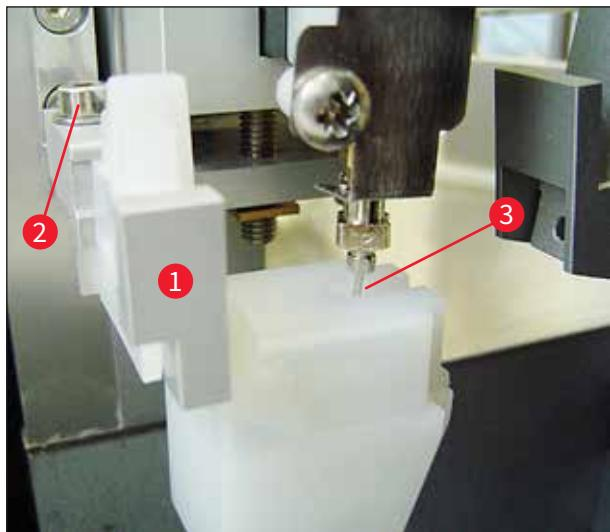

图 23
- 为此, 用 3 号内六角扳手 (→图 22-5) 松开螺丝 (→图 23-2), 并横向移动托架 (→图 23-1), 直到喷胶针 (→图 23-3) 移入清洁口中间的正确位置, 从而对齐喷胶针清洁器 (→图 23)。